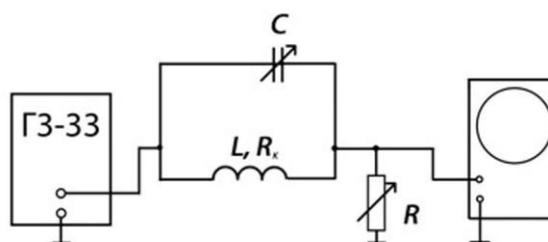

Рис. 10.3.
Схема установки для изучения резонанса токов показана на рис. 10.3. В этом случае катушка, конденсатор и генератор соединены параллельно. В цепь питания контура включено измерительное сопротивление  $R$  (декада сопротивлений), падение напряжения на котором пропорционально силе тока до разветвления и измеряется осциллографом.
*Соберите* измерительную цепь в соответствии с рис. 10.3. Для этого *соедините* конденсатор  $C_1$  и катушку параллельно. *Подключите* одну из точек соединения к верхнему зажиму «Выход» генератора, а вторую – через декаду сопротивлений к среднему зажиму «Выход». *Подключите* вход «Y» осциллографа к зажимам декады, соблюдая полярность.